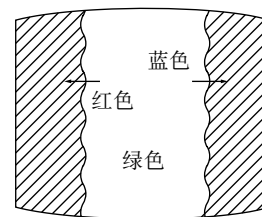
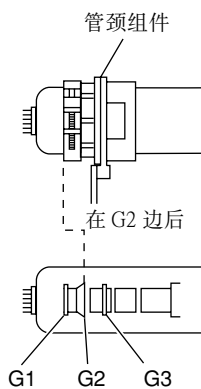

图3-4
图3-1
4. 将偏转线圈往后移动，用色纯磁片将红色调整在中央位置，同时将绿色及蓝色均衡调整在两侧。(见图 3-1 到图 3-4。)